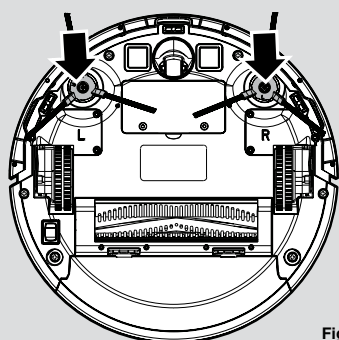

Fig. 3
6. Druk de twee roterende borstels met het label L en R op de beugels totdat ze op hun plaats klikken. Besteed aandacht aan de aanduiding L en R op het apparaat en de borstels. **[Fig. 3]**